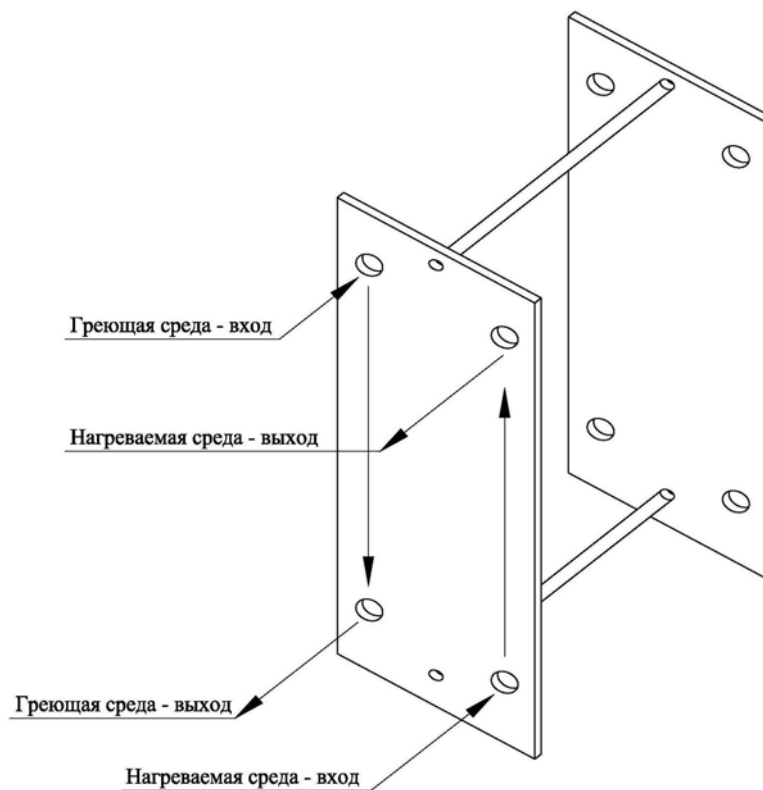

Рисунок 2
• выполнить подключение трубопроводов обвязки теплообменника согласно схемы (рис.2), при этом должна быть исключена возможность передачи усилий от теплового удлинения трубопроводов на корпус теплообменника.